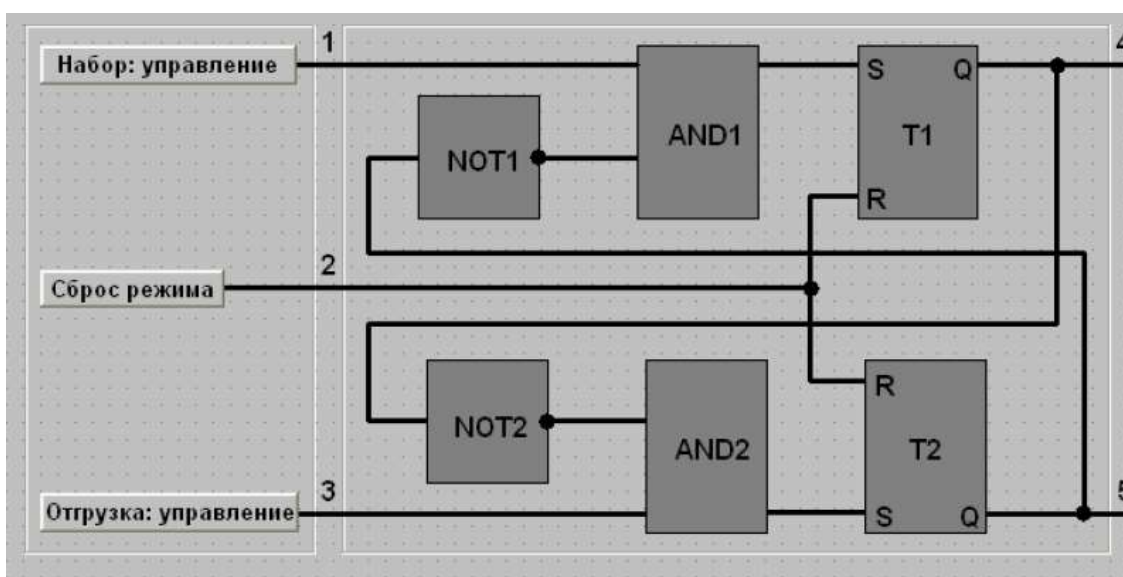

Рис. 1
6. Измените размеры символа (см Рис. 1) для того, чтобы на рабочем поле экрана справа от символа создать новые объекты.